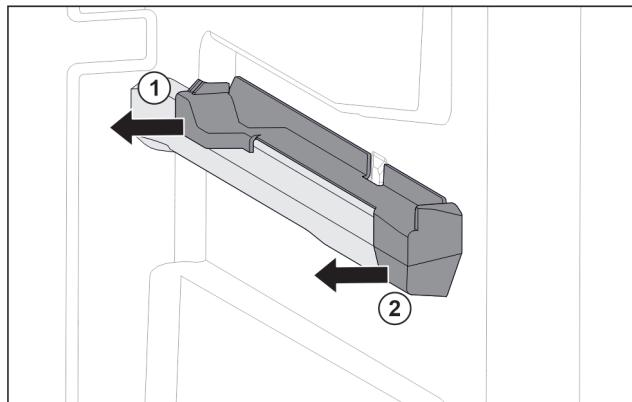

Fig. 61 Nasazovací díl na pravém žebrování na nádoby
- Stáhněte nasazovací díl vzadu na stranu. Fig. 61 (1)
- Stáhněte nasazovací díl vpředu na stranu. Fig. 61 (2)